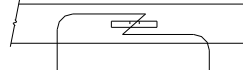

Figura 3
①	Cant. (2)	Perno de carruaje 7/16-14 X 1.50 GR5	⑤	Cant. (1)	Perno GR5 en U 3/8
②	Cant. (2)	Espaciador	⑥	Cant. (2)	Arandela cónica - 3/8
③	Cant. (2)	Arandela cónica - 7/16	⑦	Cant. (2)	Tuerca hexagonal, 3/8
④	Cant. (2)	Tuerca hexagonal, 7/16	⑧	Cant. (2)	Cable de halar, 7/16
- Baje el escape, (2) aisladores de goma en el escape sencillo, (4) aisladores de goma en el escape doble. Nota: Rocíar un lubricante o agua jabonosa en el vástago del gancho de metal y el aislador de goma ayuda para el desmonte.
- Introduzca los espaciadores y los pernos de carruaje en su posición usando los cables de halar que se suministran (ambos largueros). Deje el cable de halar instalado. Nota: Es mucho más fácil si el perno y el espaciador no están unidos cuando se insertan en el bastidor, consulte la ilustración. Ver Figura 3.